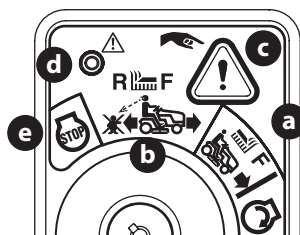

Figure 28
2. Tournez la clé de la position de tonte normale (a) à la position de tonte en marche arrière (b) à la position d'allumage (Figure 28).
- Appuyez sur le bouton de marche arrière  (c) situé dans le coin supérieur droit du module de commutateur d'allumage. Le témoin lumineux rouge (d) dans le coin supérieur gauche s'allume lorsque le bouton de marche arrière est activé (Figure 28 à la page 95).
- Regardez toujours derrière vous et par terre avant de reculer et lorsque vous reculez pour vous assurer qu'il n'y a pas d'enfants à proximité. Après avoir repris la marche avant, tournez la clé à la position de tonte normale  (a) (Figure 28 à la page 95).
- Le mode de tonte en marche arrière  (b) demeure activé jusqu'à ce que (Figure 28 à la page 95):